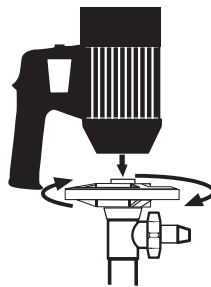
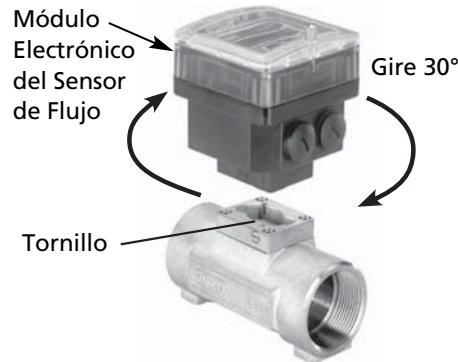

Figura 5
Figura 6 – Sensor de Flujo
4. Para los modelos 1DLR3, 1DLR4, 1DLR5 y 1DLR6 siga las instrucciones de montaje de la bomba (consulte la Figura 5), luego proceda a la Figura 6 para obtener las instrucciones sobre el flujómetro.
Los elementos electrónicos del sensor de flujo (Figura 6) pueden instalarse fácilmente en la cámara de flujo utilizando un sistema de accesorios especialmente diseñados (Figura 6).
5. Asegure el sensor de flujo (Figura 6) a la cámara de flujo utilizando la "conexión rápida" y girándolo 30°.
6. Apriete la carcasa electrónica con el tornillo (Figura 6).